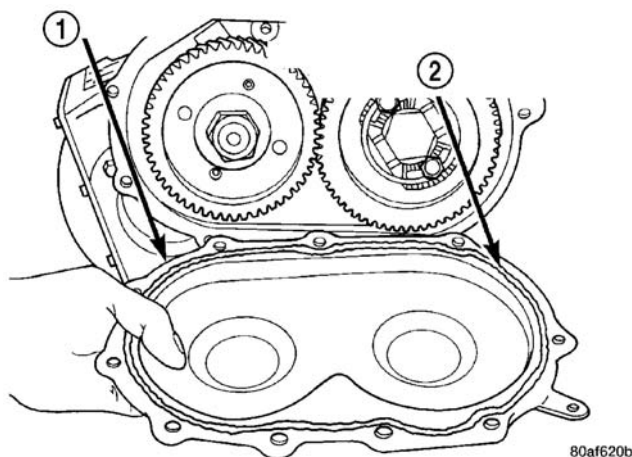

图 123 安装后盖
(35) 测量动力传输轴端隙。动力传输轴端隙应为 $0.05\text{-}0.10\text{mm}$ ($0.002\text{-}0.004\text{in.}$)。若端隙太大，安装一个比现有的垫片厚 0.04mm (0.0016in.) 的垫片。若端隙太小，安装一个比现有的垫片薄 0.04mm (0.0016in.) 的垫片。重复进行直至达到 $0.05\text{-}0.10\text{mm}$ ($0.002\text{-}0.004\text{in.}$) 的端隙。
(36) 将珠粒形 Mopar® AFT 硅橡胶密封剂 (RTV) (MG-GF41) 涂到动力传输轴齿轮盖上 (图 123)。